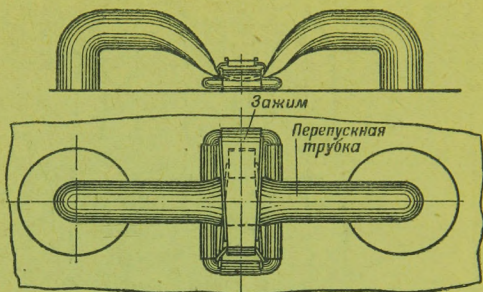

Рис. 2. Зажим перепускной трубки.
9. Камера лодки разделена мягкими переборками на четыре отсека, расположенные по продольной и поперечной осям лодки. Смежные отсеки каждого борта соединены между собой перепускными трубками с зажимами (рис. 2). При освобожденном зажиме через каждый вентиль